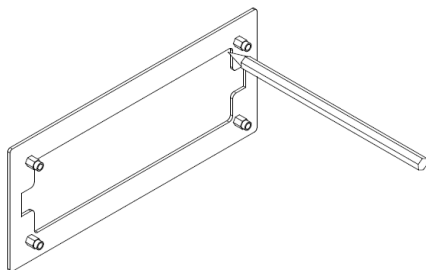

Figure 17 - Tracer la découpe
1. Une fois choisi l'endroit où sera installé l'afficheur, vous devez creuser le mur en utilisant la partie extérieure du support de l'afficheur comme gabarit. Le positionner sur la cloison, en veillant à ce qu'il soit de niveau, et tracer la découpe à l'aide d'un crayon comme représenté sur la Figure 17.